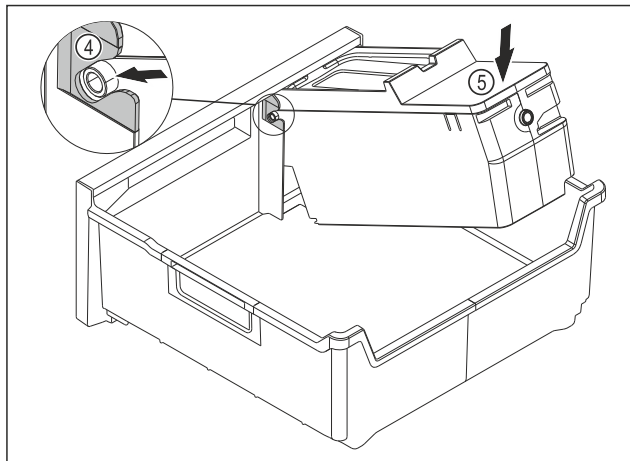

Fig. 187
- ▶ Izvadite tijelo sustava EasyTwist-Ice: Umetnite osovine tijela sustava EasyTwist-Ice u vodilice Fig. 187 (4).
- ▶ Pritisnite tijelo sustava EasyTwist-Ice Fig. 187 (5) otraga prema dolje.